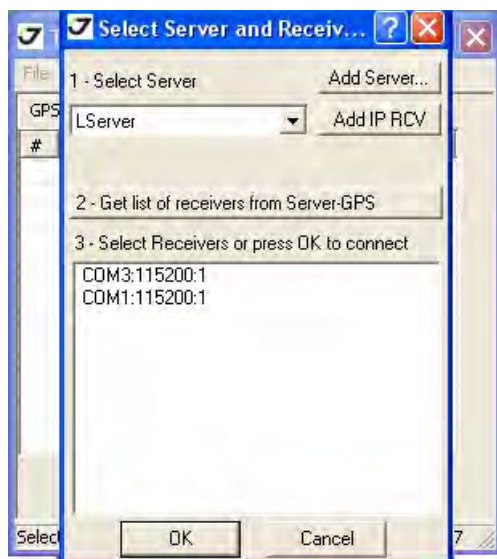

Рисунок 3-13. Параметры соединения
2. Запустите TriVU. Выберите порт (COM) и нажмите Ok (Рис. 3-13).